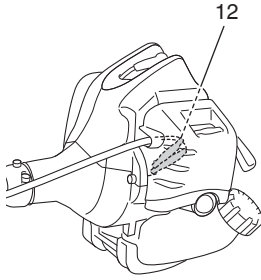

Fig. 6
Guarde los cables de parada (12) en la tapa del filtro de aire. (Fig. 6)